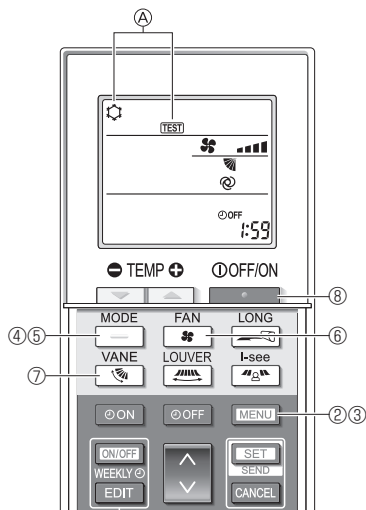

Fig. 7-5
- ① Включите питание блока как минимум за 12 часов до тестового прогона.
- ② Нажмите и удерживайте кнопку [MENU] в течение 5 секунд. (Fig. 7-5) (Выполняйте эту операцию, когда дисплей пульта дистанционного управления выключен.)
- ③ Нажмите кнопку [MENU]. Отображаются (A) [TEST] (TEST) и текущий режим работы. (Fig. 7-5)
- ④ Нажмите кнопку [—], чтобы активировать режим охлаждения, затем проверьте, выдувается ли из блока прохладный воздух.
- ⑤ Нажмите кнопку [—], чтобы активировать режим нагрева, затем проверьте, выдувается ли из блока теплый воздух.
- ⑥ Нажмите кнопку [FAN], и проверьте, изменилась ли скорость вентилятора.
- ⑦ Нажмите кнопку [—] и проверьте правильность работы дефлектора в автоматическом режиме.
- ⑧ Для остановки тестового прогона нажмите кнопку [ON/OFF]. (Через два часа будет отправлен сигнал для остановки тестового прогона.)